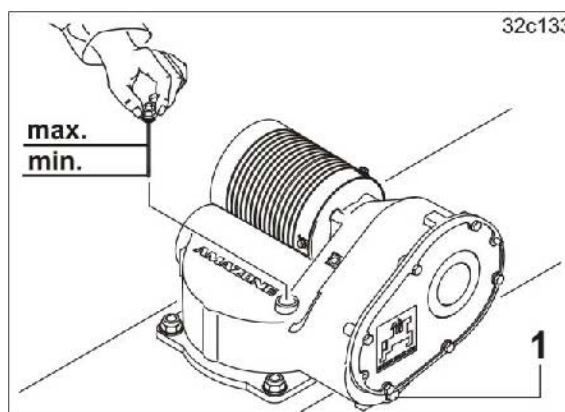

Fig. 179
2. Dévissez la vis de vidange (Fig. 179/1).